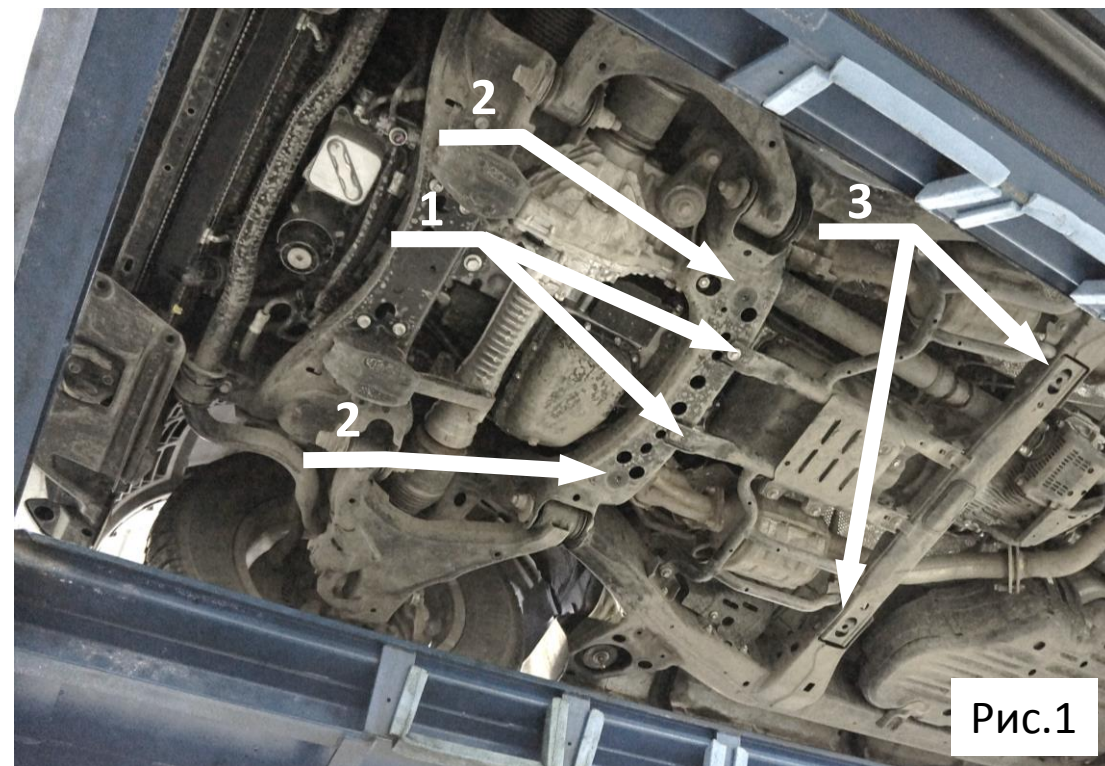

Рис.1
2. Вывернуть штатные болты (рис.1 позиция 1) и вернуть на 2-3 оборота в каждое отв. болт М10х1.25х50+гровер 10+ три усиленные шайбы 10 +эластичные шайбы, как показано на схеме.
3. Ввернуть на 2-3 оборота болты М8х50 +гроверы 8 +усиленные шайбы 8 +эластичные шайбы (рис.1 позиция 2) из комплекта крепежа в штатные точки крепления, как показано на схеме.
5. Установить закладные планки АВС.05.01.000.007 в отверстия балки. (рис.1 позиция 3)
7. Вывернуть из штатных мест ранее вкрученные болты М8х50 (рис.1 позиция 2)